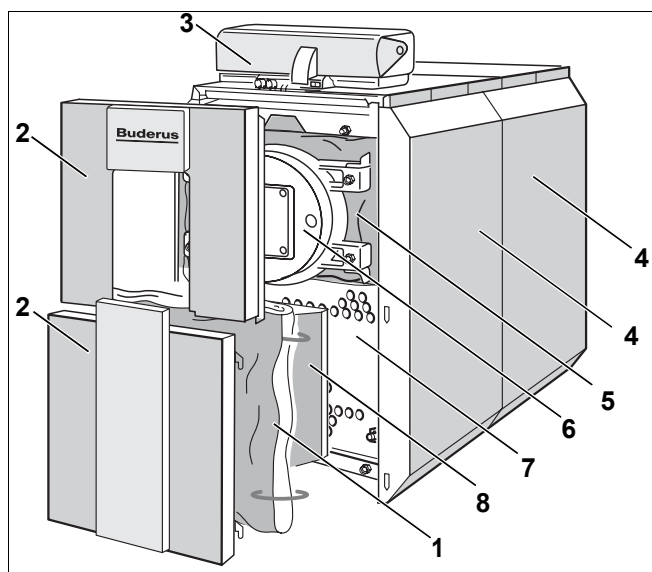

Fig. 1 Cazanol special cu gaz Logano plus SB615
Componentele principale ale cazanului special cu gaz Logano plus SB615 (Fig. 1) sunt:
- Blocul cazanului (Fig. 1, **Poz. 7**) cu protecție la căldură (Fig. 1, **Poz. 1** și **5**) și ușa arzătorului (Fig. 1, **Poz. 6**).
- Înelitoarea cazanului (Fig. 1, **Poz. 4**), protecția la căldură (Fig. 1, **Poz. 1** și **5**) și pereții frontali ai cazanului (Fig. 1, **Poz. 2**).
- Aparatul de reglare (Fig. 1, **Poz. 3**).